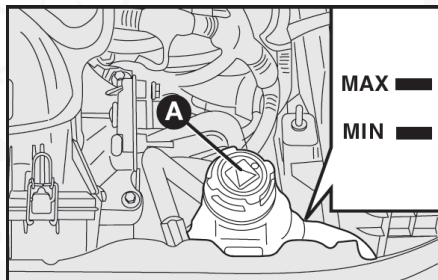

fig. 3
### LÍQUIDO REFRIGERANTE DEL MOTOR - fig. 3
**⚠** Cuando el motor está muy caliente no quite el tapón del depósito A-fig. 3: peligro de quemaduras.